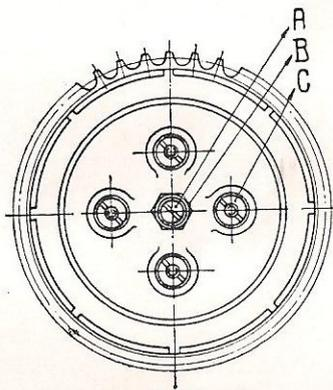

Abb. 26 Kupplung
X. Nachstellen der Kupplung (s. Abb. 26).